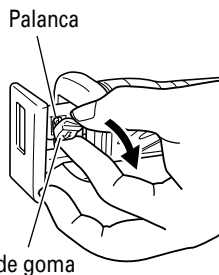

Fig. 13
- Si utilizara la herramienta sin haber realizado la limpieza y la lubricación del área en que se instala la hoja de sierra, el movimiento de la palanca podría volverse lento debido a la acumulación de partículas de polvo y aserrín. En tal caso, tire de la tapa de goma provista en la palanca en la dirección de la flecha tal como se muestra en la Fig. 13 y extraiga la tapa de goma de la palanca. Luego, limpie el interior del sujetador de la hoja con aire, etc., y lubrique suficientemente.